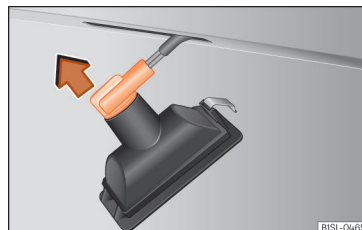

Abb. 92 Kennzeichenleuchte: Lampenträger ausbauen.
3. Lampenhalter mit der Glühlampe **entgegen dem Uhrzeigersinn** drehen und in Pfeilrichtung herausziehen » Abb. 92.
5. Lampenhalter in die Kennzeichenleuchte einsetzen und entgegen der Pfeilrichtung bis zum Anschlag drücken » Abb. 92.